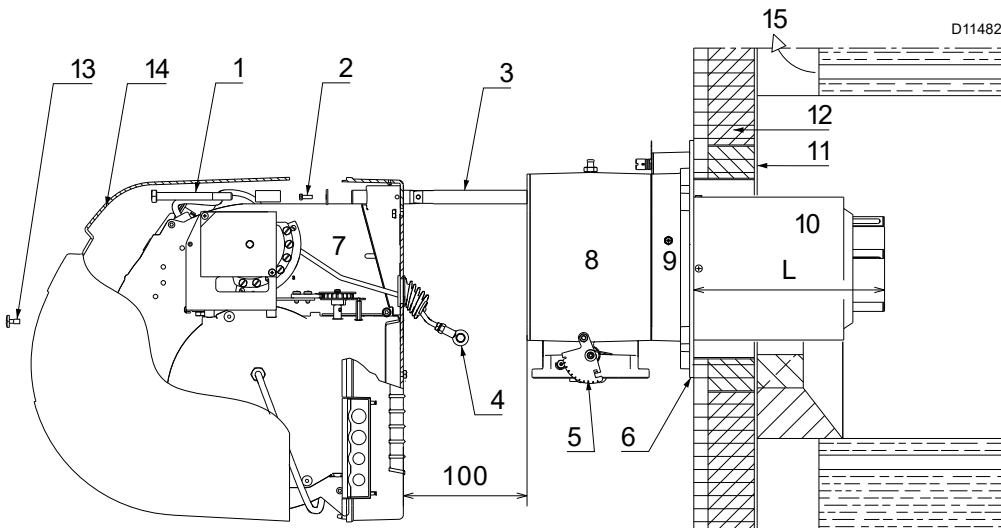
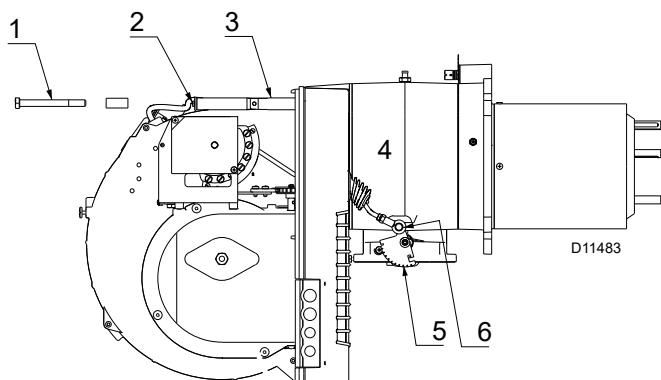

Fig. 10
Fig. 15
Pour les chaudières avec circulation des fumées sur l'avant 1) (Fig. 10), ou avec chambre à inversion de flamme, réaliser une protection en matériau réfractaire 5), entre le réfractaire de la chaudière 2) et la buse 4).
Pour les chaudières avec la partie avant refroidie avec de l'eau, le revêtement réfractaire 2)-5)(Fig. 10) n'est pas nécessaire, sauf demande expresse du fabricant de la chaudière.
Séparer ensuite la tête de combustion du reste du brûleur (Fig. 10).
- Fixer la bride 9) (Fig. 10) à la plaque de la chaudière en interposant l'écran isolant 6) (Fig. 10) fourni.
Une fois terminé le réglage de la tête, remonter le brûleur sur les glissières 3)(Fig. 15) à 100 mm environ du manchon 4) - brûleur dans la position illustrée dans la Fig. 10 à la page 14.
- Insérer le câble de la sonde et le câble de l'électrode et ensuite faire glisser le brûleur jusqu'au manchon, brûleur dans la position illustrée par la (Fig. 15).